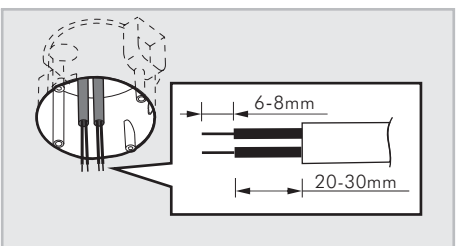

FIG.11
3.4.2.1 Extraiga los cables de alimentación de CA de la caja de conexiones estándar europea (Ver FIG.11) y, a continuación, quite entre 6 y 8 mm del revestimiento del cable para el cableado.